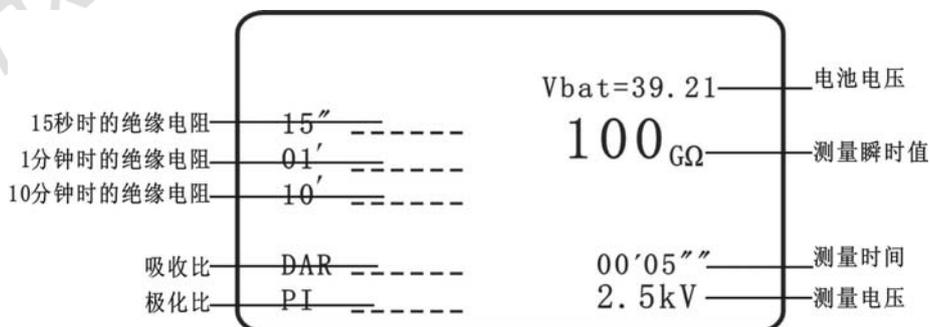

图 8 测量结果
(2) 如果想开始加压测量试验,在图 4 开机画面中,选中 **测量** 图标,按【确定】键并保持 1 秒以上,进入测量画面,显示测量画面,最后形成图 8 测量结果画面。